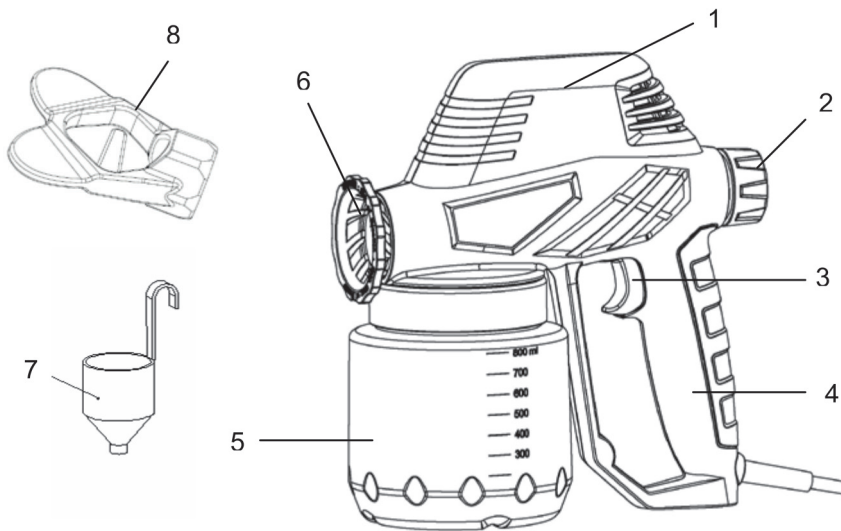
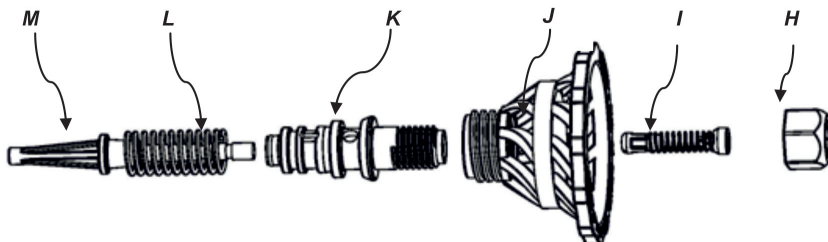

Рис. 1
Рис. 6
Для регулировки расхода краски используйте регулятор расхода краски (поз. 2, рис. 1). Поворачивайте регулятор по часовой стрелке для уменьшения, и против часовой стрелки для увеличения расхода краски.
1. Ключом (поз. 8, рис. 1) открутите сопло (Н, рис. 6)
2. Открутите дефлектор сопла (J)
3. Извлеките из краскопульта узел насоса, клапан (I), цилиндр (K), поршень